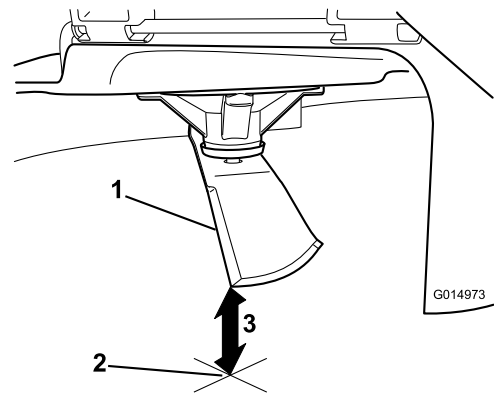

Рисунок 72
3. Відміряйте відстань від кінчика ножа до пласкої поверхні (**Рисунок 72**).